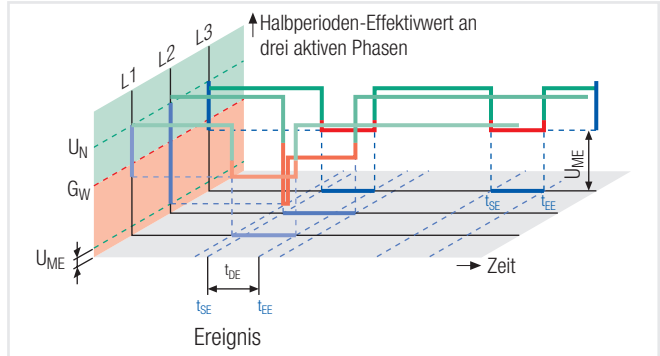

Bild 53 Ereignisdauer bei Merkmalen kurze und lange Spannungsunterbrechung
2. Ein Ereignis beginnt (t_{SE}) erst, wenn alle aktiven Phasen unterhalb des Grenzwertes liegen und endet (t_{EE}) sobald eine Phase den Grenzwert wieder überschreitet (kurze und lange Spannungsunterbrechung, siehe Bild 53).